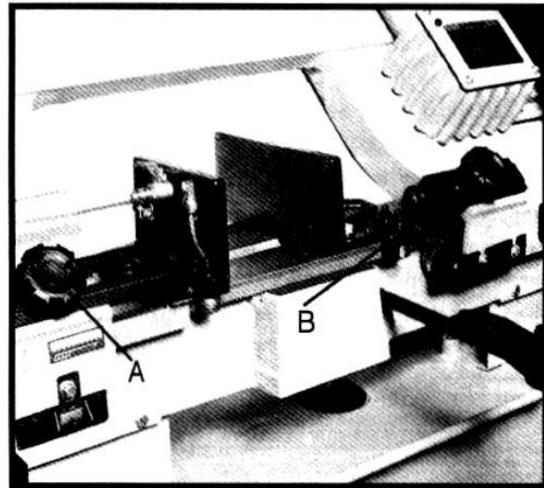

Fig. 8
2. Afloje la perilla (A, Fig. 8) y el perno (B). Deslice los ensambles de la guía de la hoja lo más cerca posible al material sin que interfieran con el corte.
3. Apriete la perilla (A) y el perno (B) y conecte la máquina a la fuente de energía.